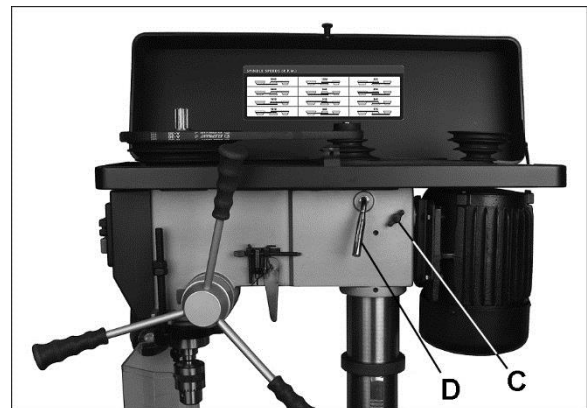

Figure 8-2 : Réglage de la courroie/vitesse
2. Desserrer les deux vis papillon (C, Figure 8-2) situées de chaque côté de la tête.
3. Tourner la poignée de serrage (D) dans le sens horaire pour amener la base moteur au plus près de la tête.
5. Tourner la poignée de serrage (D) dans le sens antihoraire pour tendre les courroies.
6. Serrer les deux vis papillon (C). Les courroies sont correctement tendues lorsqu'une pression du doigt et du pouce à mi-chemin entre les deux courroies génère une déflexion d'environ 12,5mm.